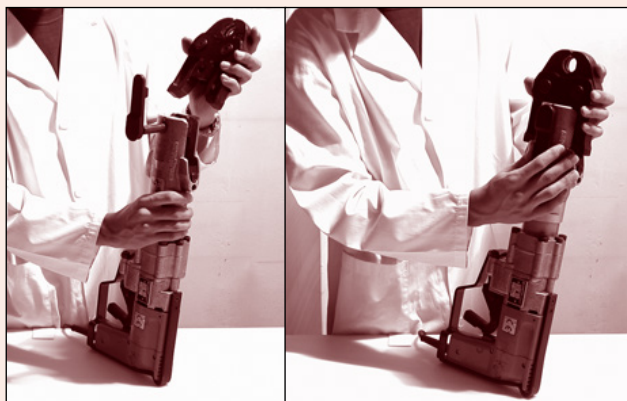

Fig. 27 Attrezzaggio delle pressatrici
9.7 Attrezzaggio delle pressatrici (fig. 27)
9.7 Pressing tool assembly (fig. 27)